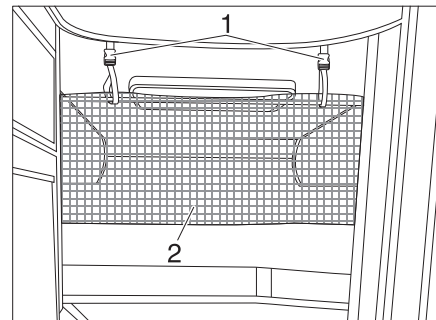

Fig. 126 Red de seguridad
La red de seguridad (Fig. 126, 2) viene de serie entre el colchón y el somier. Tender la red de seguridad cuando la persona ya se encuentre en la cama.
- Engatillar las cintas de sujeción (Fig. 126, 1) en los soportes en el techo.